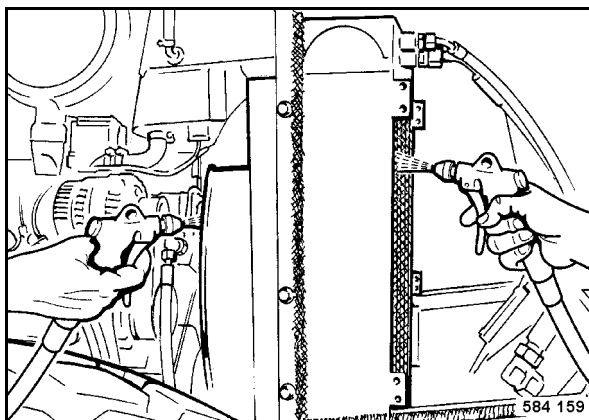

Fig. 98
- Limpiar el radiador (Fig. 98) soplando con aire comprimido.